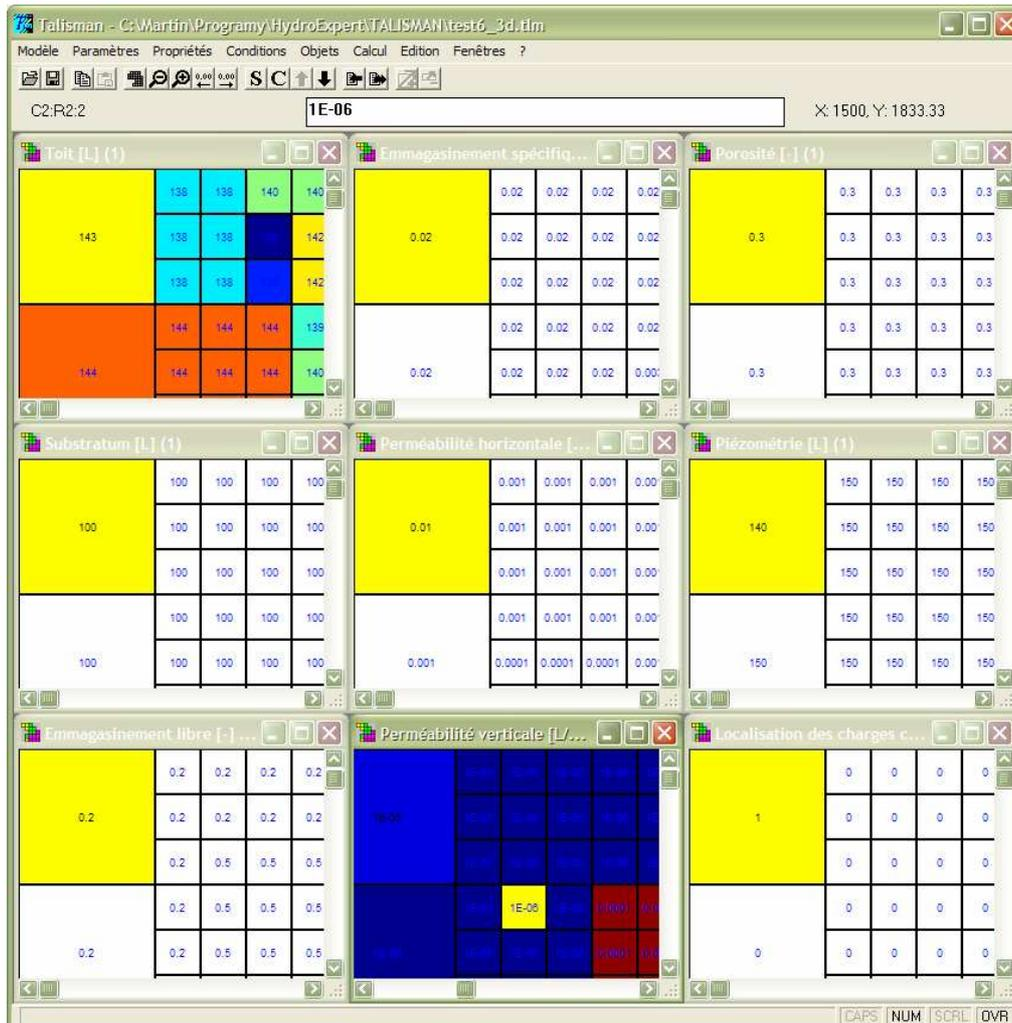

Figure 7 Fenêtres en mosaïque
- Sélectionner *Fenêtre* dans la barre d'outils, cliquer ensuite sur *Mosaïque*. Les fenêtres se répartissent à l'écran, comme sur la Figure 7.